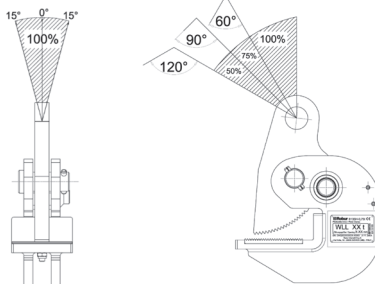

Abb. 8
**⚠ ACHTUNG:** Bei abgewinkelten Zügen muss die Tragfähigkeit gemäß dem Diagramm in Abb. 8 reduziert werden.